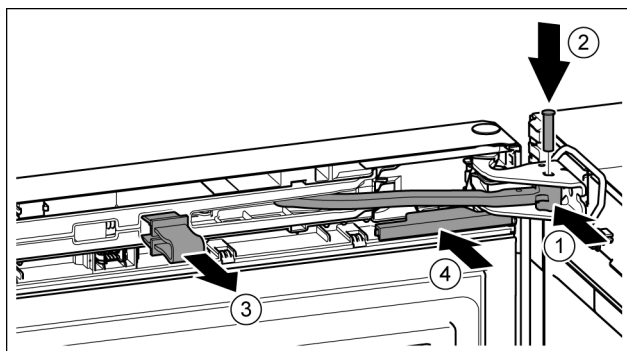

Fig. 42
- Gire la articulación en el soporte de cojinete. Fig. 42 (1)
- Introduzca el perno en el soporte de cojinete y la articulación. Preste atención a que el saliente de retención descansa correctamente en la ranura. Fig. 42 (2)
- Retire el seguro. Fig. 42 (3)
- Desplace la cubierta. Fig. 42 (4)